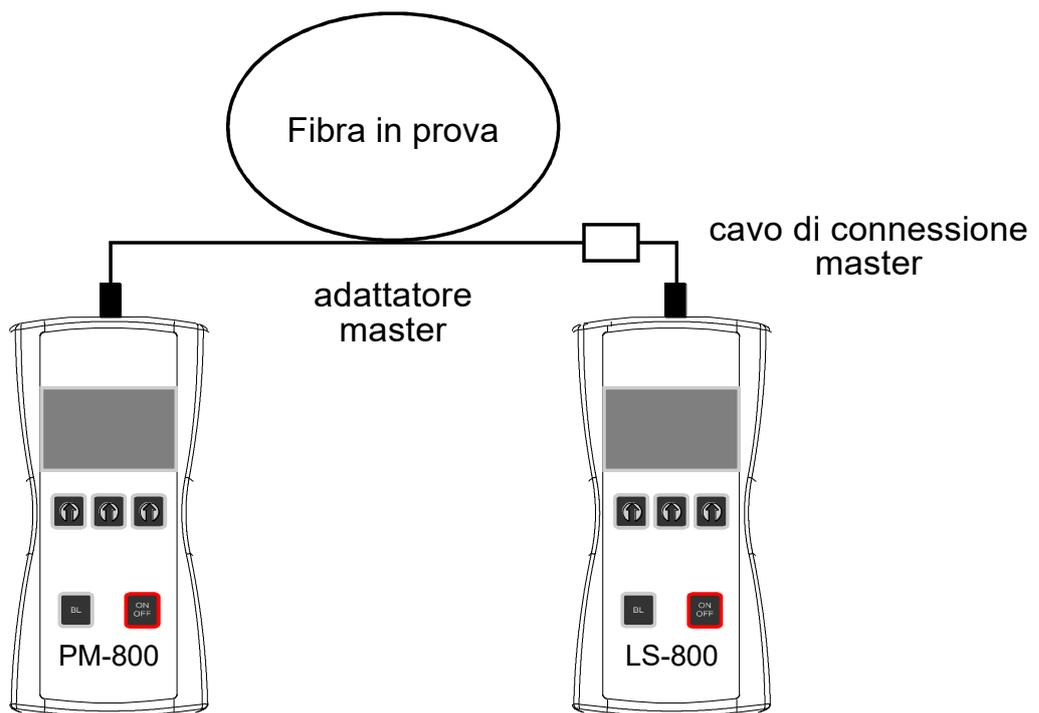

Fig. 4
3. Collegare il tratto da misurare tra il misuratore di potenza e il cavo master collegato alla sorgente luminosa. E' necessario un adattatore master (Fig. 4).